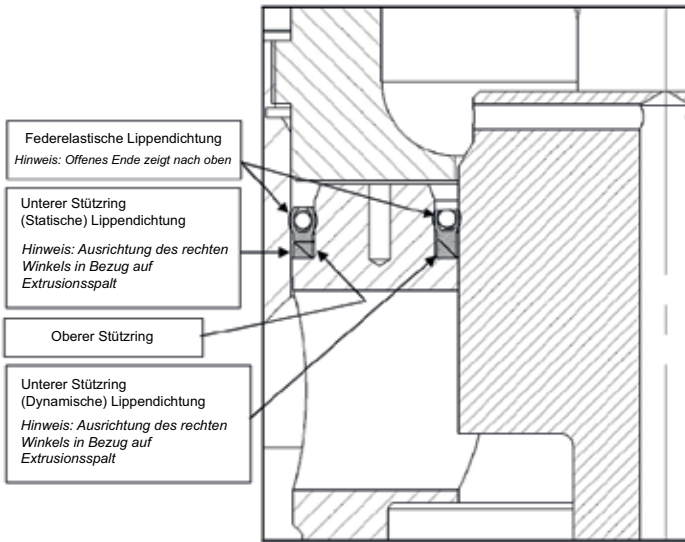

Abbildung 21: Ausrichtung der dynamischen und statischen Lippendichtung (entlastet)
4. Setzen Sie die (statische) Lippendichtung (B118) in die Laufbuchse (B106) in der in Abbildung 21 gezeigten Ausrichtung ein.
6. Setzen Sie die (dynamische) Lippendichtung (B108) in der in Abbildung 21 gezeigten Ausrichtung und ungefähren Position auf den Kegel (B112).